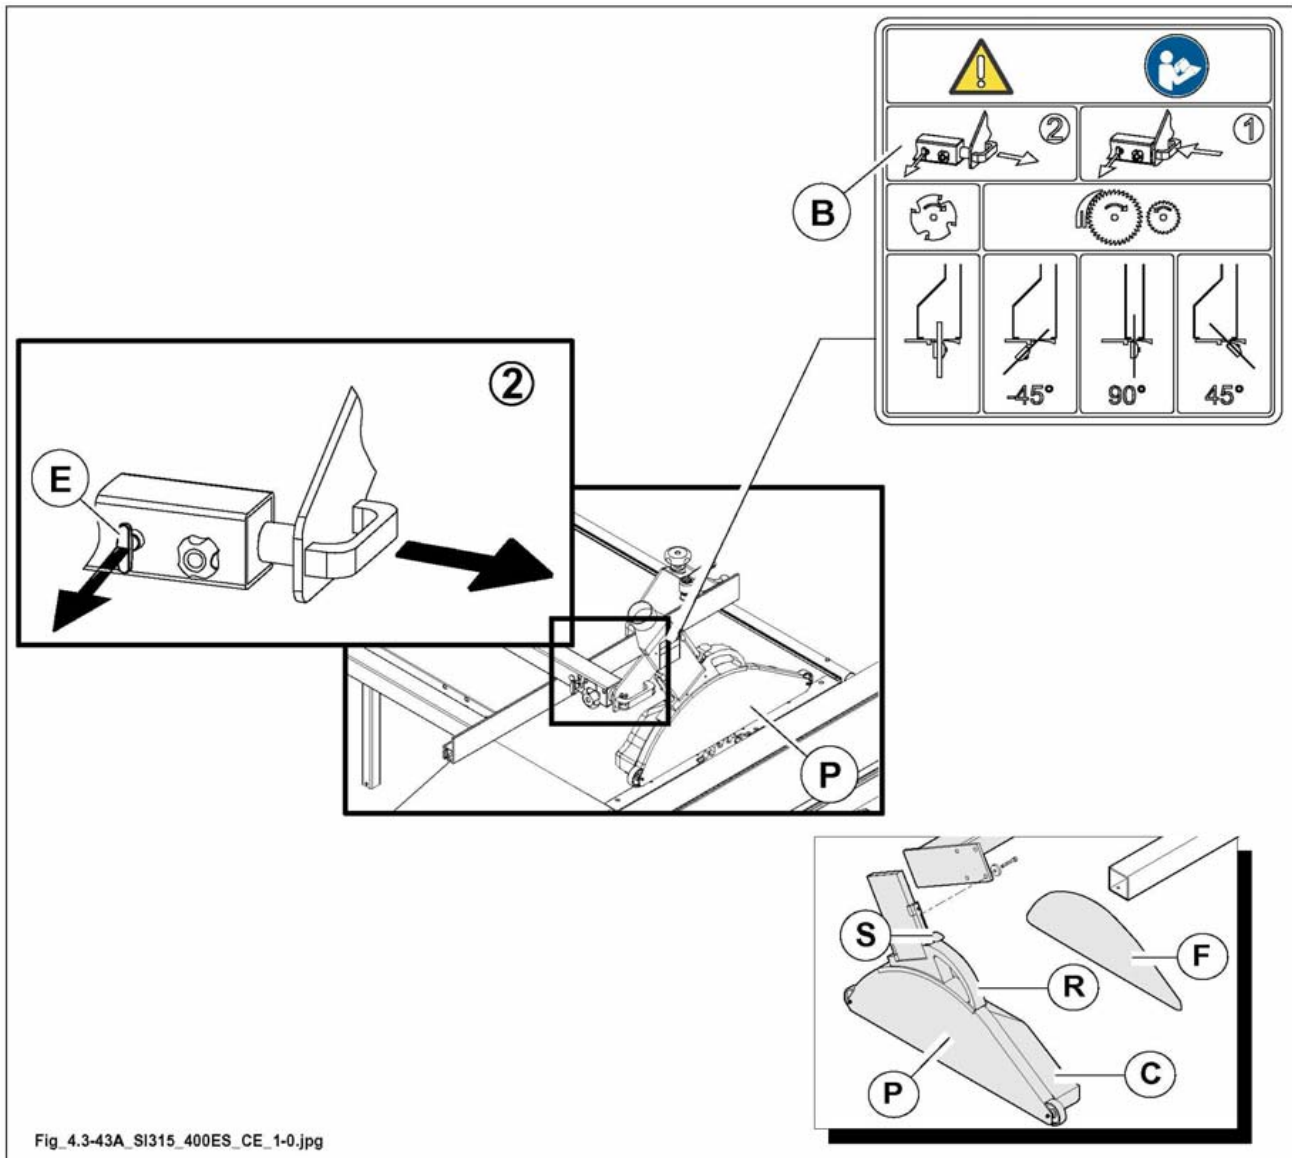

Abb. 4.3-43A
die Schutzvorkehrung (P ABB. 4.3-43A) muss immer montiert sein und muss immer derart angebracht sein dass die Werkzeuge so viel wie möglich abgedeckt werden.
- Den Drehgriff lösen (E ABB. 4.3-43A) und den Schutz (P ABB. 4.3-43A) wie am Schild angegeben (B ABB. 4.3-43A) positionieren.
wenn mit DADO SET gearbeitet wird, muss immer das Schutzgehäuse verwendet werden (C ABB. 4.3.43A).
Für hinterseite (F Abb. 4.3.43A) durch Seite (C Abb. 4.3.43A) ersetzen:
- Schutzvorrichtung (P Abb. 4.3.43A) völlig heben und Hinterseite (F Abb. 4.3.43A) herausziehen.
- Die mitgelieferte breite Seite (C Abb. 4.3.43A).
die Kappe mit dem Griff (R Abb. 4.3.43A) und dem Hebel (S Abb. 4.3.43A) je nach Holzdicke anhaben oder absenken.